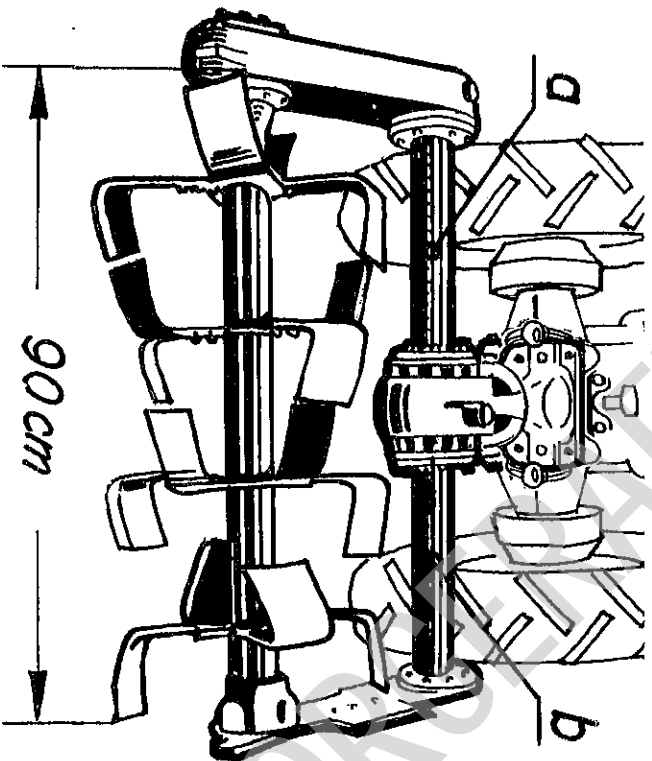
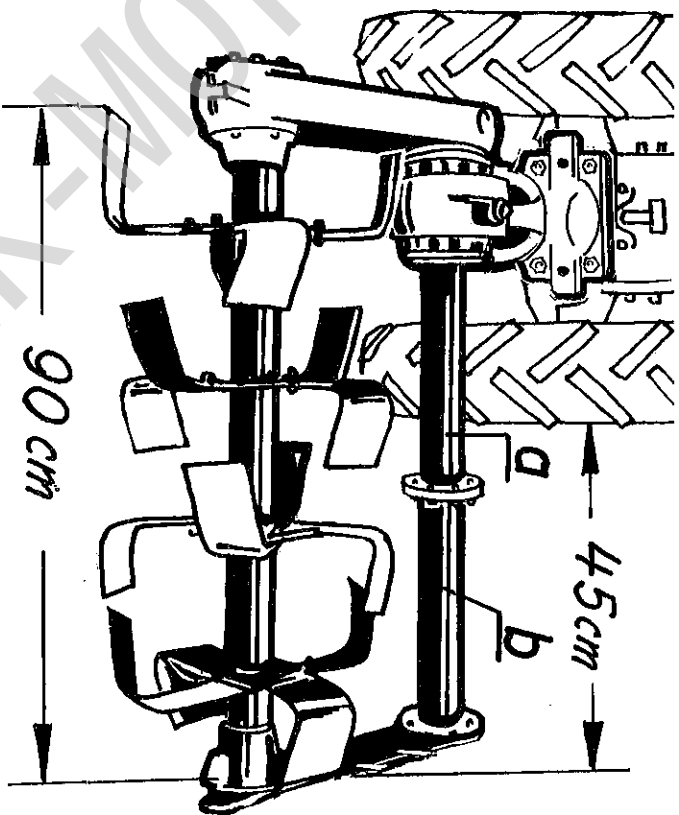

Bild 1 Symmetrische Anordnung
Bild 2 Unsymmetrische Anordnung (seitenversetzt)
Die Fräse kann ohne weiteres Zubehör sowohl symmetrisch (Bild 1) als auch unsymmetrisch (seitenversetzt) (Bild 2) angebaut werden.
C. Umbau des Fräsantriebes auf seitenversetzte Ausführung (Bild 1 u. 2)